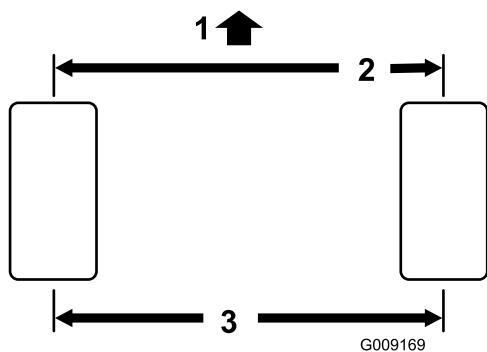

Figure 109
2. Mesurez l'entraxe (à hauteur d'essieu) à l'avant et à l'arrière des roues directrices (Figure 109).